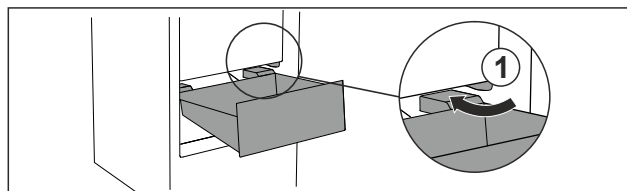

Fig. 116
- ▶ 围绕止动器 Fig. 116 (1) 倾斜引导抽屉。